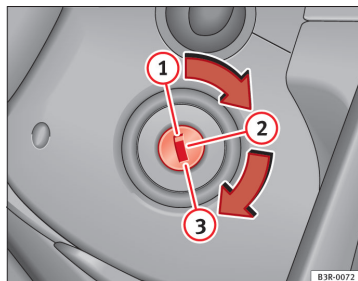

Fig. 86 Positions de la clé de contact
- Retirez la clé de contact d'allumage sur la position ① ⇒ fig. 86 ⇒ ⚠.